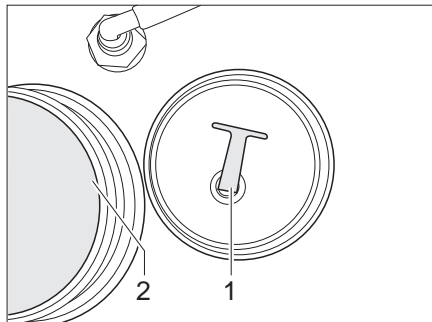

Fig. 250 Bouchon de fermeture
- Dévisser le bouchon de fermeture (Fig. 250,1) de l'ouverture de vidange (Fig. 250,2). L'eau s'écoule.